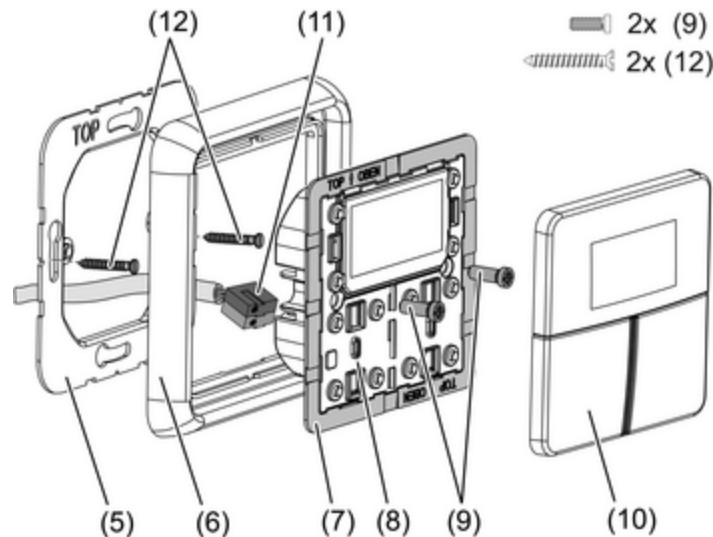

Bild 2: Montage Regler-Modul
- Adapterrahmen (7) lagerichtig von vorn auf das Modul (8) aufrasten (Bild 2).